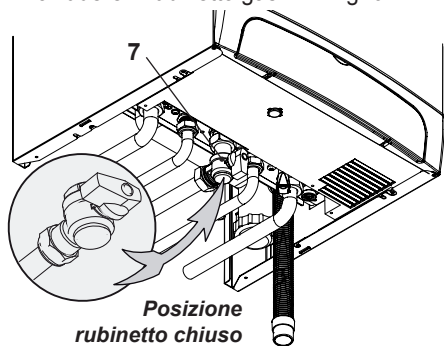

Fig. 6.2
- Richiudere il rubinetto gas 7 in Fig. 6.2.